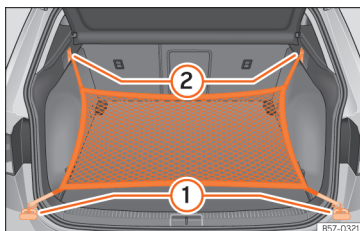

Abb. 179 Im Gepäckraum: Ösen (1) und Haken (2) zum Einhängen des Gepäckraumnetzes.
- Hängen Sie die kurzen Haken des Netzes in die Verzurrsen » **Abb. 179 (1)** » **Abb. 179 (1)**. Der Reißverschluss des Gepäckraumnetzes muss dabei nach oben zeigen.
- Befestigen Sie die Spanngurte in den Taschenhaken (2).
Das eingehängte Gepäckraumnetz ist straff gespannt » **Abb. 179 (1)**.